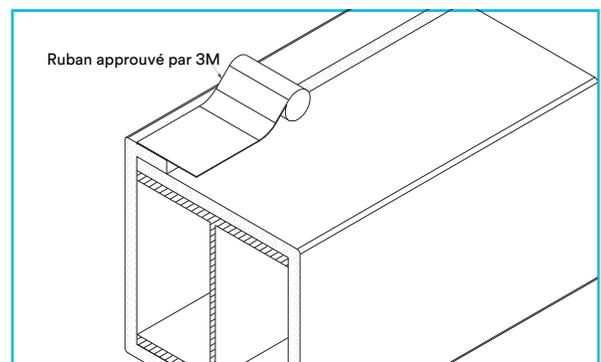

Figure 4
- 3 Appliquer du Ruban en aluminium 437 3M^{MC} de 100 mm (4 po) sur le joint de chevauchement (chevauchement longitudinal). Appliquer le ruban pour qu'il soit centré approximativement sur le joint. Lisser le ruban à l'aide d'un rouleau dur ou d'un réglet d'ajusteur en exerçant une pression suffisante pour assurer une adhérence adéquate du ruban sur l'enveloppe endothermique et pour éliminer tous les vides (Figure 4).